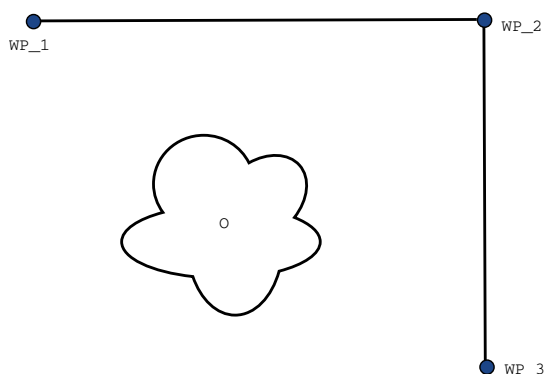

Figure 15.2: WP\_1: начальное положение, WP\_2: промежуточная точка, WP\_3: положение захвата, O: препятствие.
**Пример** Рассмотрим операцию захвата и перемещения в качестве примера (см. рисунок 15.2), где робот в настоящий момент находится в контрольной точке 1 (WP\_1) и должен выполнить захват объекта в контрольной точке 3 (WP\_3). Во избежание столкновений с объектом и другими препятствиями (O) робот должен двигаться к WP\_3 в направлении из контрольной точки 2 (WP\_2). Таким образом, три контрольных точки участвуют в создании пути, удовлетворяющего требованиям.